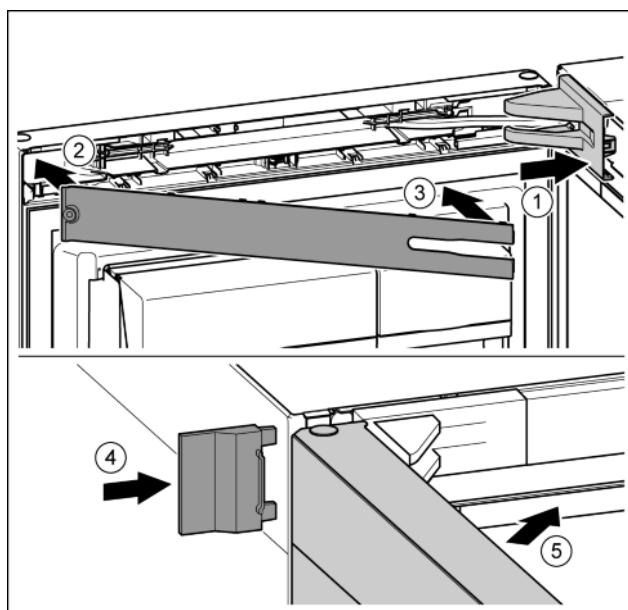

Fig. 45
- ▶ Крышку опорного кронштейна установить и зафиксировать, при необходимости, осторожно разжать. Fig. 45 (1)
- ▶ Установить накладку. Fig. 45 (2)
- ▶ Наклонить и защелкнуть накладку. Fig. 45 (3)
- ▶ Надвинуть внешнюю крышку. Fig. 45 (4)
- ▶ Закрыть верхнюю дверь. Fig. 45 (5)